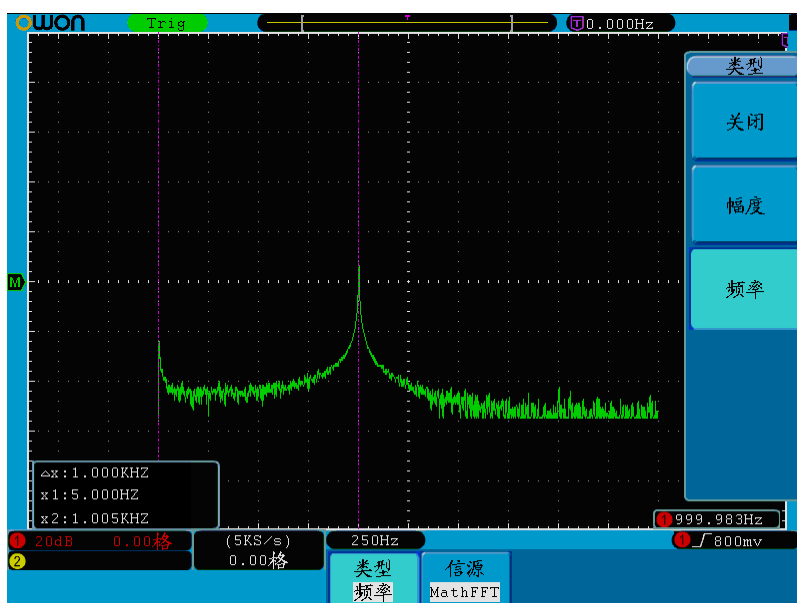

图5-62：频率光标测量波形
3. 根据被测波形，分别转动两个通道的 **垂直位置** 旋钮调整**光标1**、**光标2**的位置，增量窗口显示两光标的差值及它们当前的位置。见图5-62：